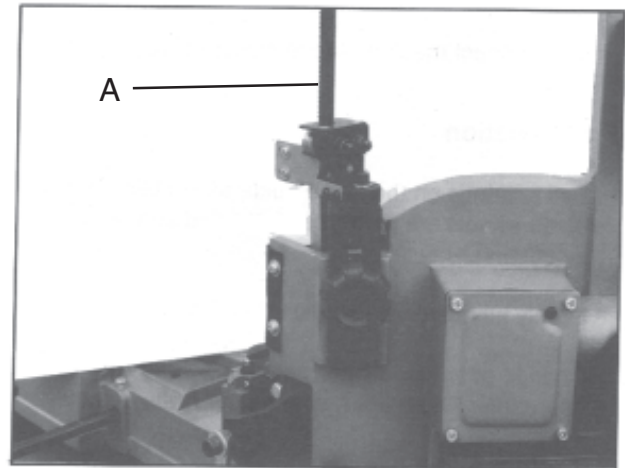

Fig. 14
3. Die Schrauben (A, Fig. 14) lösen und die Hartmetall-Führung so einstellen, dass das Spiel zwischen 0,08 mm bis 0,12 mm beträgt.
4. Die Mutter (B, Fig. 14) lösen und das Führungslager mittels dem Exenter einstellen. (0,05 mm).